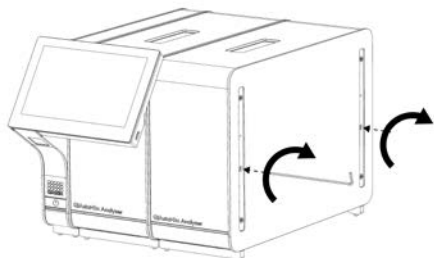

Рис. 16. Вирівнювання та приєднання додаткового аналітичного модуля.
- Установіть додатковий аналітичний модуль на одному рівні з наявним аналітичним модулем. Закрутіть гвинти за допомогою монтажного інструмента для аналітичного й операційного модулів, що постачається в комплекті з аналізатором КВІАстат-ДКс (QIAstat-Dx) 1.0 (рис. 16, наступна сторінка).